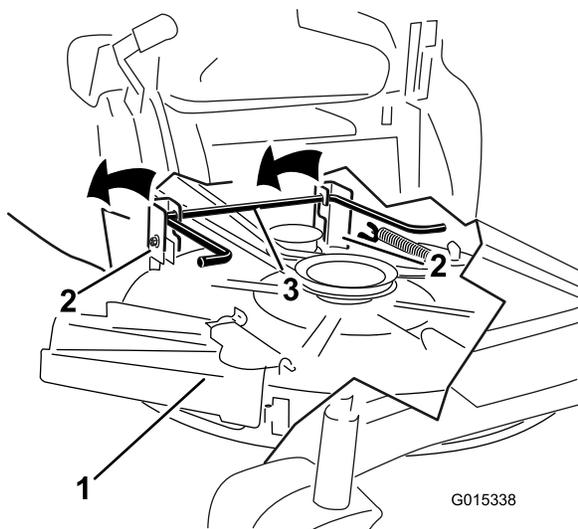

Bild 64
6. Heben Sie das Mähwerk und die Hängeprofile über die hintere Hubstange und senken Sie das Mähwerk vorsichtig auf den Boden ab (Bild 64).
5. Heben Sie das Heck des Mähwerks an und führen Sie die Hängeprofile über die hintere Hubstange (Bild 64).